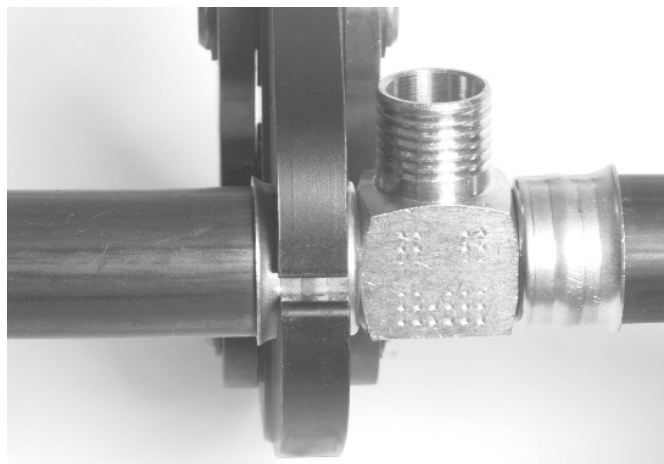

Figure 2 – Positionnement des mâchoires à ciseaux sur le raccord PureFlow®
- Positionnez les mâchoires sur le raccord. Dans le cas des raccords PureFlow®, assurez-vous que la partie saillante du raccord en inox s'aligne bien avec les mâchoires (Figure 2).
- Tenez l'outil bien d'équerre par rapport au tuyau, puis appuyez sur la gâchette (Figure 2). Le cycle de sertissage dure six (6) secondes environ. Une fois le cycle de sertissage lancé et que les rouleaux entrent en contact avec les bras de mâchoire, l'appareil se verrouillera et complètera le cycle de sertissage automatiquement. Le fait de lâcher la gâchette n'arrêtera pas l'appareil une fois le processus de sertissage lancé. Cela assure un maximum de régularité, d'uniformité et de fiabilité des raccords sertis.